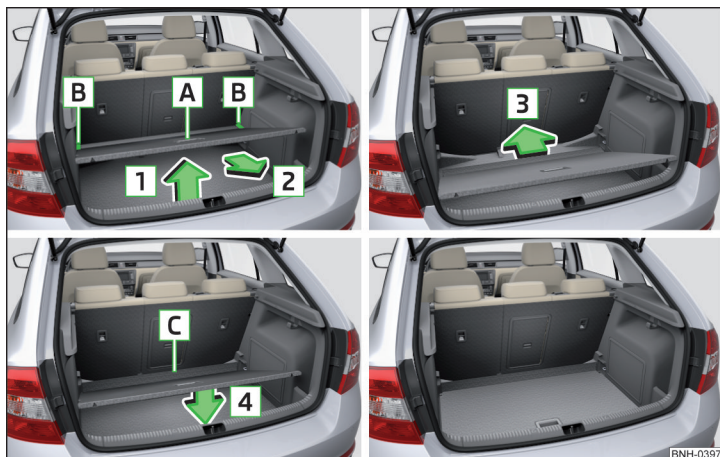

Fig. 93 Reglarea podelei variabile în poziția inferioară
- Prindeți podeaua variabilă de mânerul **A** » fig. 93.